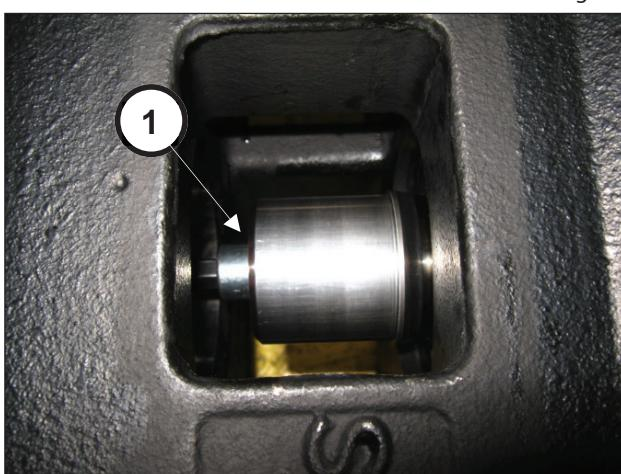

Fig. 36
Accionar el piñón hasta que el diente de la herramienta entre por completo en el retén (pos. ①, Fig. 36). Seguir girando el piñón hasta extraer por completo el retén (pos. ①, Fig. 37).